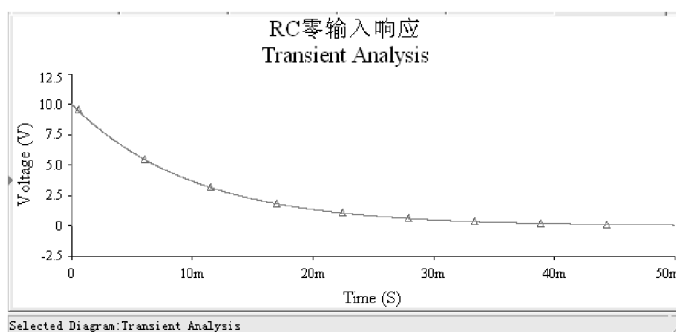

图 6-6 零状态输入响应曲线
3) 单击仿真按钮, 即可得到 RC 电路零输入响应曲线, 如图 6-6 所示。